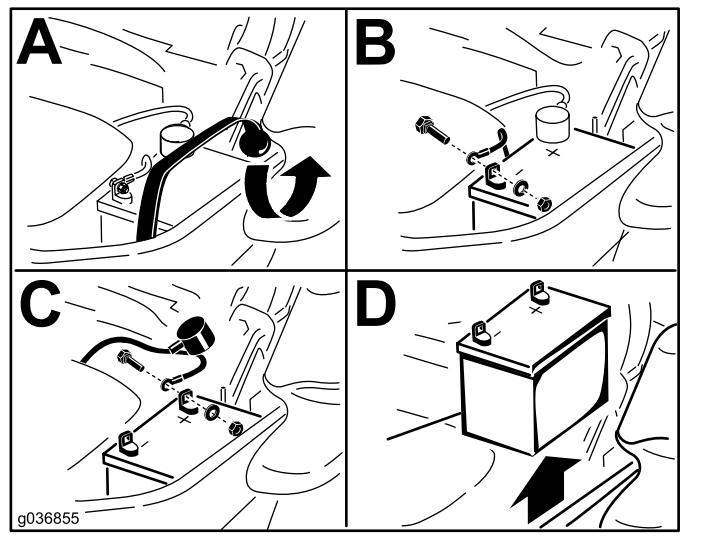

Рисунок 50
3. Снимите аккумулятор, как показано на Рисунок 50.
1. Установите аккумулятор в лоток так, чтобы клеммные штыри были расположены на противоположной стороне относительно гидравлического бака (Рисунок 50).
4. Закрепите кабели 2 болтами, 2 шайбами и 2 контргайками (Рисунок 50).
6. Закрепите аккумулятор с помощью резиновой ленты (Рисунок 50).